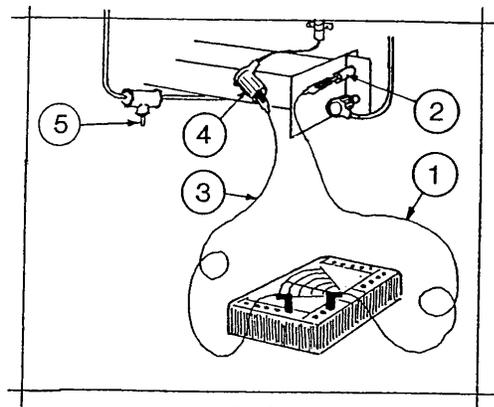

Fig. 8
Connecter le fil noir négatif (1) du micro-ampèremètre avec l'électrode de passage d'ionisation (2) sur la chaudière. Raccorder le fil rouge positif (3) du micro-ampèremètre avec le couvercle de bougie d'ionisation (4). Fig. 8.